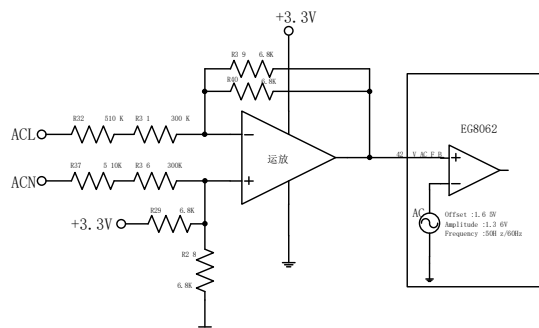
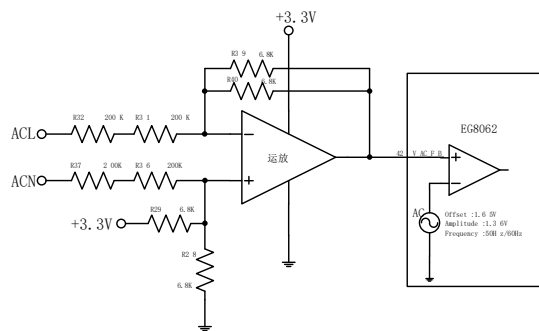

图 8.2a 用于交流 230V 输出电压的反馈原理图
图 8.2b 用于交流 120V 输出电压的反馈原理图
EG8062 内部的正弦电压基准为直流偏移量 1.65V+ 幅值 1.36V 的 50Hz 或 60Hz 正弦波，通过差分运放的放大和直流偏移量 1.65V 叠加后，送入到 EG8062 的 42 脚 VAC\_FB，经误差计算后，然后调整相应的输出电压。具体应用电路图可参考图 8.2a 和图 8.2b。
**用于 230V 输出电压的计算步骤，电路结构图如图 8.2a：**
第一步、计算直流偏移量：运放输出  $V_{out\_DC} = \frac{R28}{R28+R29} \times 3.3V = 6.8K/13.6K \times 3.3V \approx 1.65V$ （参考图 8.2a）
$$V_{out\_AC} = \frac{R39 // R40}{R32 + R31} \times (V_{ACL} - V_{ACN}) \approx \frac{1}{238} \times (V_{ACL} - V_{ACN}) \quad (\text{参考图 8.2a})$$
用于 120V 输出的计算步骤，电路结构图如图 8.2b 的参数：
第一步、计算直流偏移量：运放输出  $V_{out\_DC} = \frac{R_{28}}{R_{28}+R_{29}} \times 3.3V = 6.8K/13.6K \times 3.3V \approx 1.65V$ （参考图 8.2b）
$$V_{out\_AC} = \frac{R_{39} // R_{40}}{R_{32} + R_{31}} \times (V_{ACL} - V_{ACN}) \approx \frac{1}{118} \times (V_{ACL} - V_{ACN}) \quad (\text{电阻值参考图 8.2b})$$